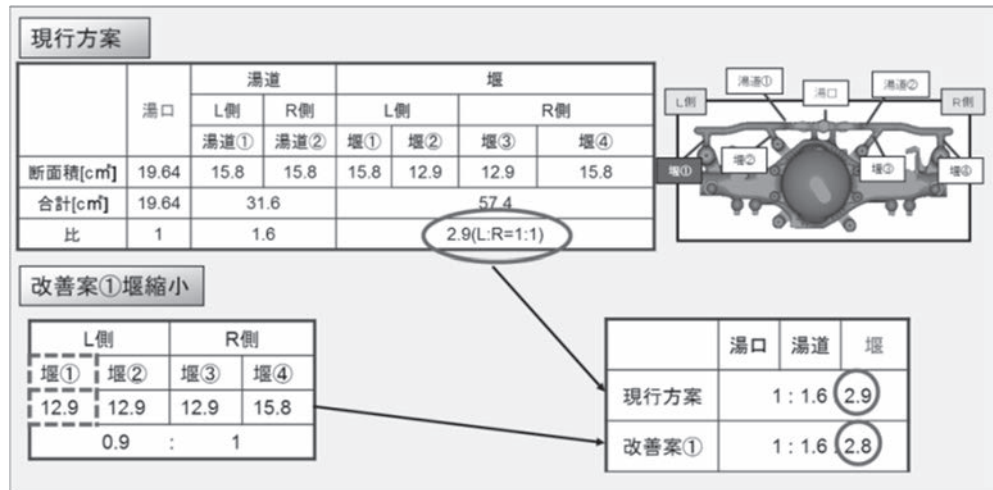

Fig. 9 対策検討
そこで，堰①の堰を絞ることでL側の流量少なくし，流量をR側へ近づける事を対策として実行した。(Fig. 9)